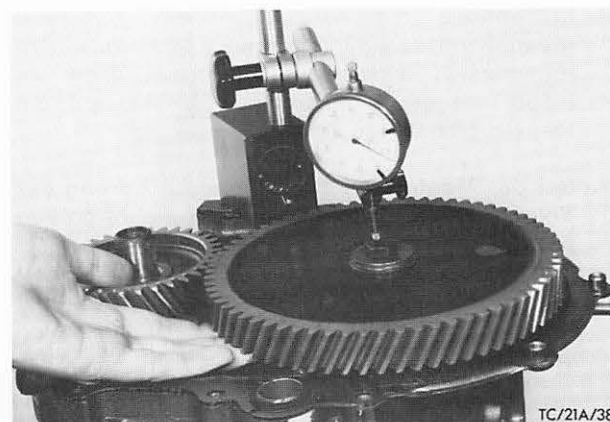

Abb. 163 Axialspiel – Nockenwelle prüfen
45. Axialspiel der Nockenwelle mit einer Tastuhr prüfen, Abb. 163, dann an vier Stellen des Zahnrades das Zahnflankenspiel messen (siehe Techn. Daten.)